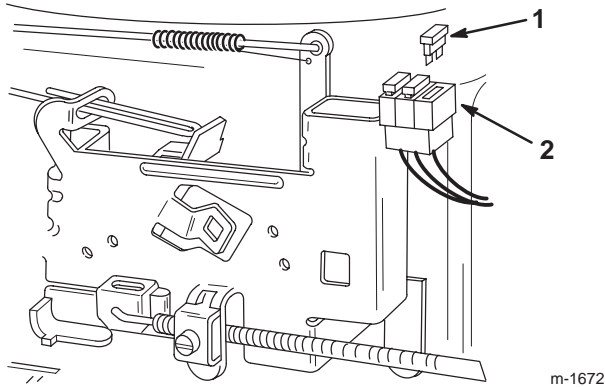

Bild 29
1. Ziehen Sie die Sicherung zum Austauschen nach oben (Bild 29), um sie aus der Fassung zu entfernen.